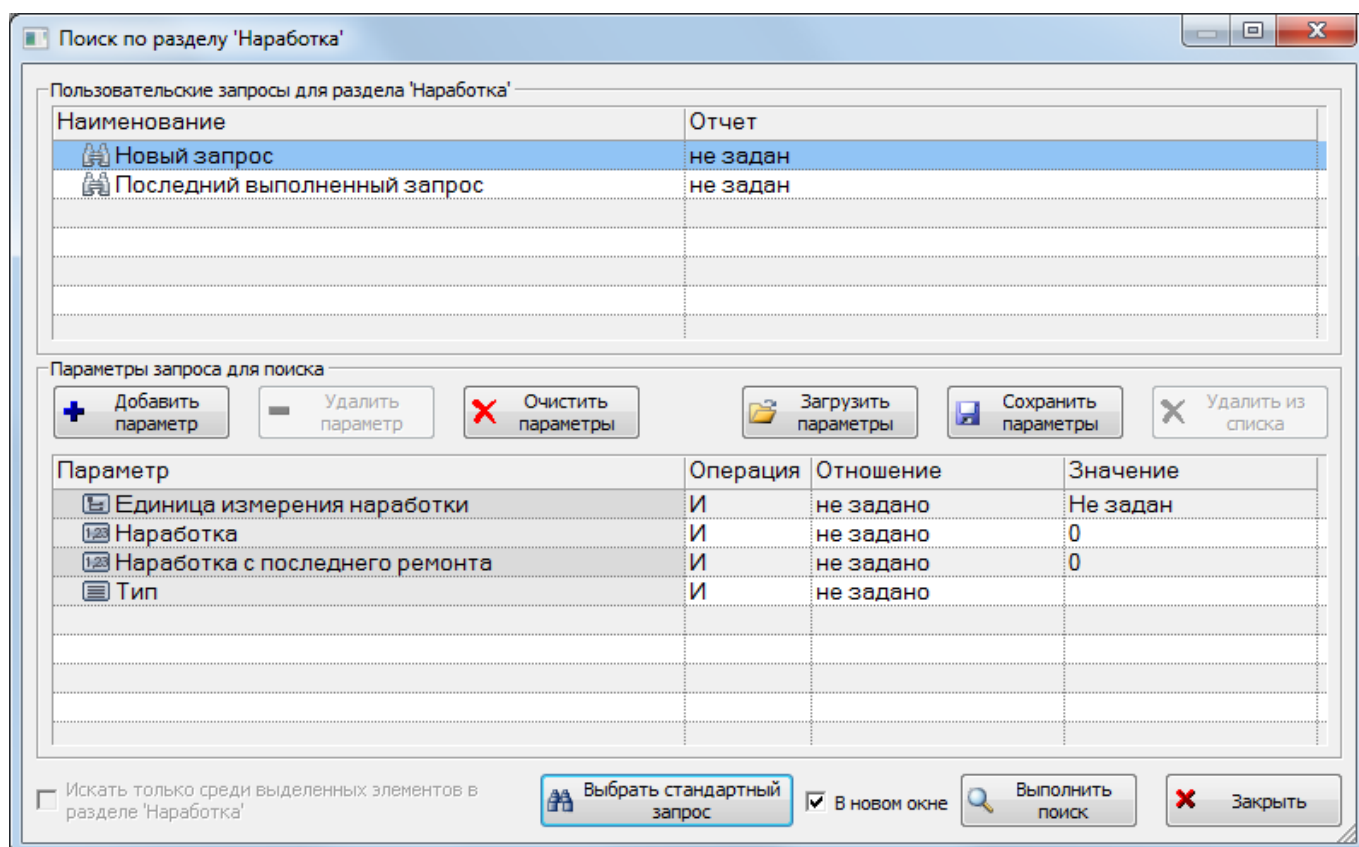

Рис. 13-221 – Окно «Поиск по разделу «Наработка»
2) Нажать кнопку «Поиск» панели «Правка». В результате откроется диалоговое окно «Поиск по разделу» с указанием названия раздела (рис. 13-221).